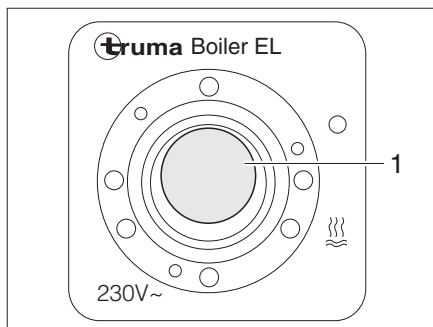

Fig. 129 Interruttore a levetta per boiler Truma (funzionamento elettrico a 230 V)
- Attivare l'interruttore a levetta (Fig. 129,1). La spia di controllo nell'interruttore si accende. L'acqua nel boiler viene riscaldata a 65 °C.
- Portare l'interruttore a levetta (Fig. 129,1) in posizione "O". La spia di controllo nell'interruttore si spegne.
- Sulla centralina di controllo (Fig. 128) posizionare l'interruttore girevole (Fig. 128,3) su "O" (Fig. 128,4) oppure l'interruttore a levetta (Fig. 129,1) su "O".